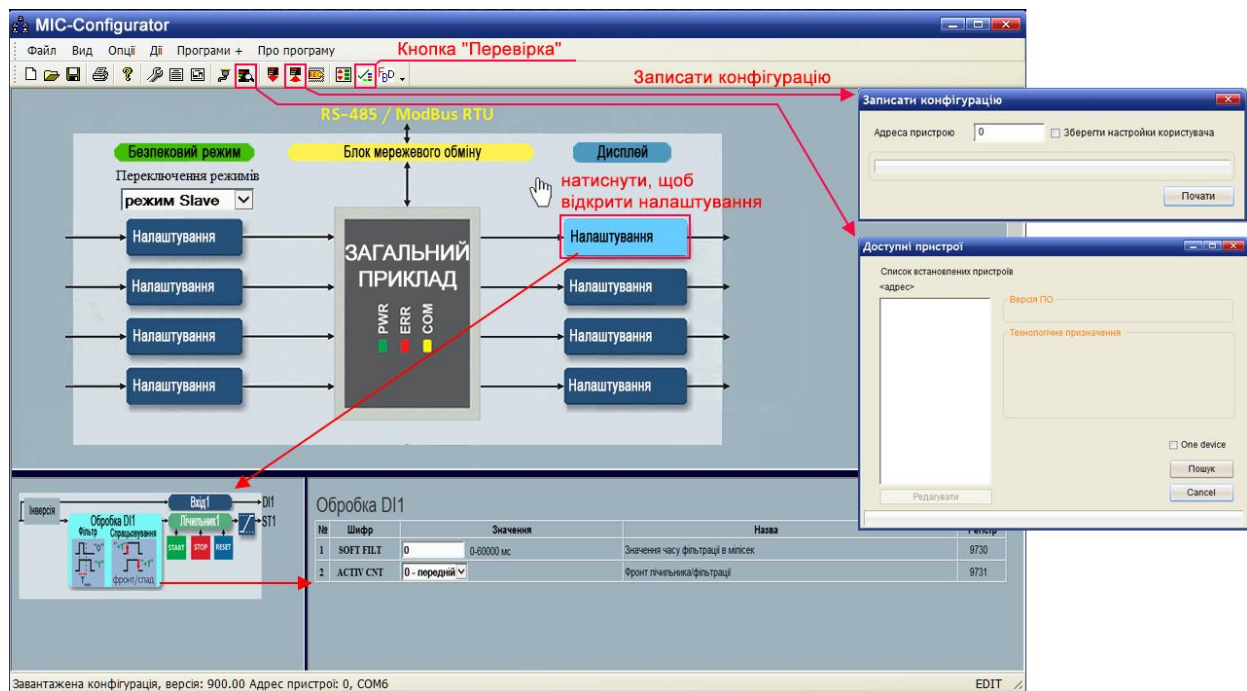

Рисунок 4.4 – Редагування конфігурації
4.3.6.2 У вікні редагування параметрів натиснути кнопку "Блок мережного обміну" (див. рис. 4.4).
4.3.6.6 У МІК-Конфігураторі натиснути кнопку "Доступні пристрої" (див. рис. 4.4) та здійснити пошук модуля згідно з пунктом 4.3.4.